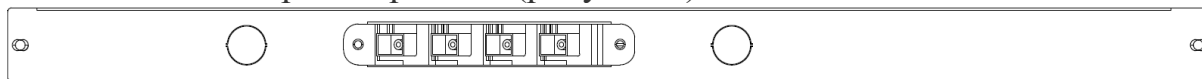

Рисунок 5 – Лицевая панель оптического кросса
3. Оптический кросс 4 port SC (рисунок 5).